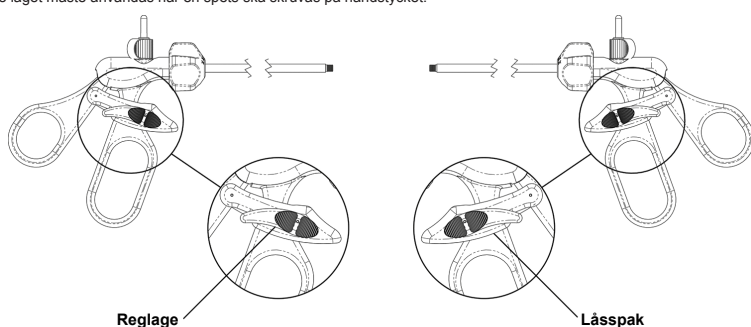

Fig. 3
1. Skjut fram reglaget (se fig. 3) för att aktivera spärrmekanismen.